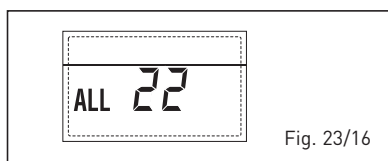

Fig. 23/16
– **DELIVERY PROBE BREAKDOWN ANOMALY SECOND MIXED ZONE “ALL 23” (fig. 23/17)**